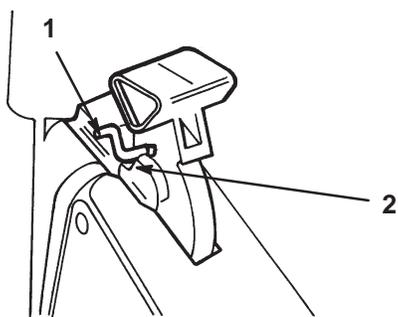

Figure 38
5. Ramener la poignée du volet vers l'arrière pour accrocher la tige de verrouillage de la poignée sur les crans du sac (Fig. 38).